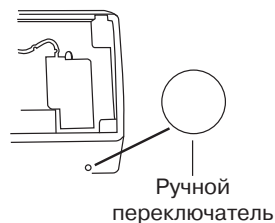

Рис. 7.6
- В случае утери или выхода из строя беспроводного пульта управления возможно включение/выключение кондиционера при помощи аварийного переключателя см. Рис. 7.6.